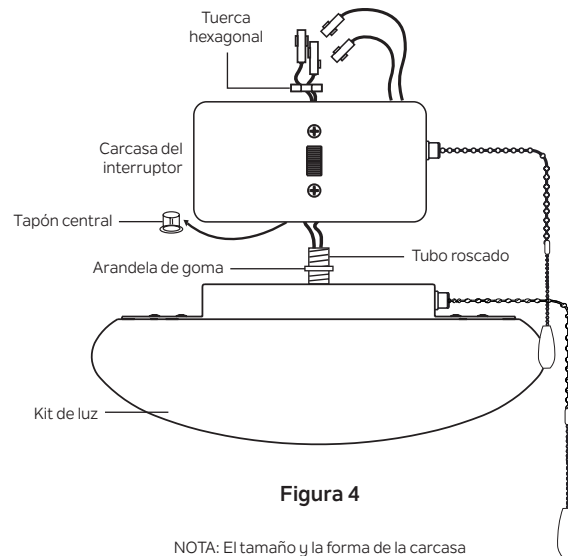

Figura 4
1. Retire el tapón central de la carcasa del interruptor (provisto con el ventilador). Guarde el tapón central para uso futuro, en caso de que el kit de luz se retire más adelante. (Figura 4).